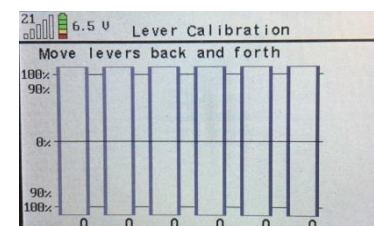

Abbildung 21
- Drücken Sie auf die Taste ( ✓ ) und Sie gelangen zu folgender Anzeige. Es wird **Move levers back and forth** angezeigt. Betätigen Sie nacheinander jeden Hebel maximal nach vorne und maximal nach hinten. (Siehe *Abbildung 21*).